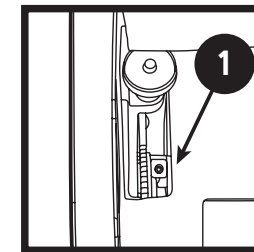

Figure 11
2. Installer la roue de tension arrière de sorte que sa surface de roulement interne soit d'environ 1,524 mm à l'extérieur du support de roue. Fixer la roue à l'aide de vis de blocage. (Figure 11)